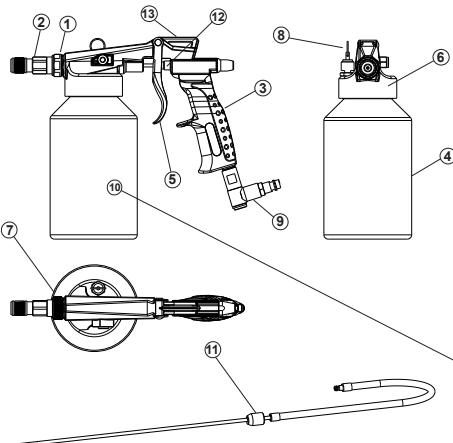

Fig. 1
9.4 Una volta terminato il lavoro, eliminare i residui di prodotto dalla sonda come descritto nel punto 8.3, scolare o sezionare l'aria compressa, dopodiché scaricare la pressione dal serbatoio attraverso la valvola di sicurezza (Fig.1 Nr.8). Svuotare completamente il serbatoio e sciacquare con acqua pulita. Raccogliere in un recipiente l'acqua utilizzata per sciacquare il serbatoio, NON disperdere nell'ambiente e smaltire secondo le leggi vigenti del paese in cui ci si trova.
- 12.2.1 Lubrificare periodicamente la valvola aria (Fig.1 Nr. 12) (sempre al termine di un lavoro di pulizia) con un lubrificante adatto (per esempio, TUNAP Services Spray MF 900).